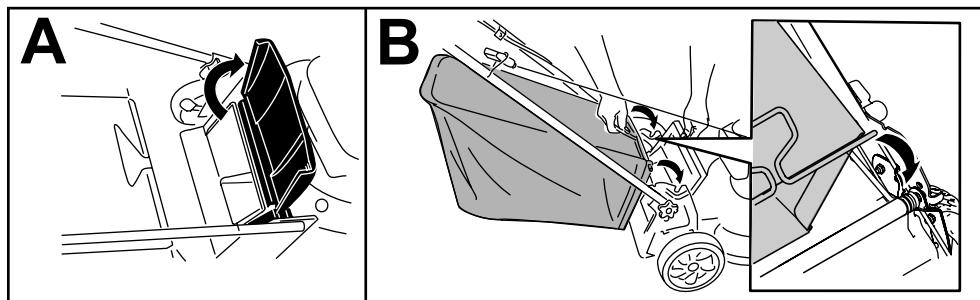

Figura 16
1. Levante y sujeté el deflector trasero (Figura 16, A).
2. Instale el recogedor, asegurándose de que los pasadores de la bolsa descansan en las muescas del manillar (Figura 16, B).